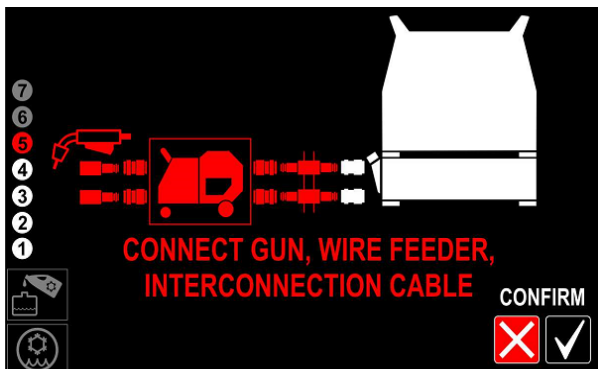

Abbildung 18
- Schließen Sie die Schweißbrennerschläuche und das Verbindungskabel an, wenn Sie eine Stromquelle mit separater Drahtzuführung verwenden (Abbildung 18 oder 26).